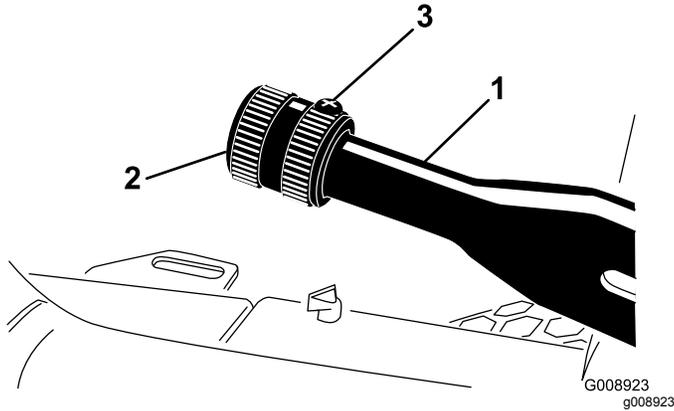

図 69
1. ブレーキレバーに調整ノブを固定している固定ねじをゆるめる 図 69。